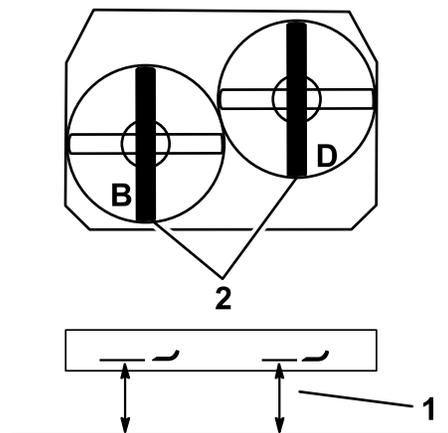

Рисунок 81
2. Измерьте высоту левого ножа в точке **B** от горизонтальной поверхности до режущей кромки на конце ножа и запишите результат измерения (Рисунок 81).
3. Измерьте высоту правого ножа в точке **D** от горизонтальной поверхности до режущей кромки на конце ножа и запишите результат измерения (Рисунок 81).
Примечание: Результат измерения в точке **B** должен отличаться не более чем на 3 мм от результата измерения в точке **D** (Рисунок 81). Если результат измерения неверный, перейдите к следующим пунктам.